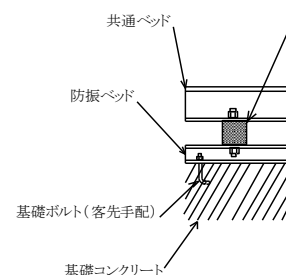

図 3 床置型防振材取付部詳細図 (例)
- ② 防振ベッドの下にはモルタルを流し、基礎と密着するように施工してください。(図3)
(2) 天井吊型
- ① 天井にあらかじめ埋め込まれた吊りボルトにより、ファンのベッドを水平に、4本の吊りボルト全部に荷重がかかるよう